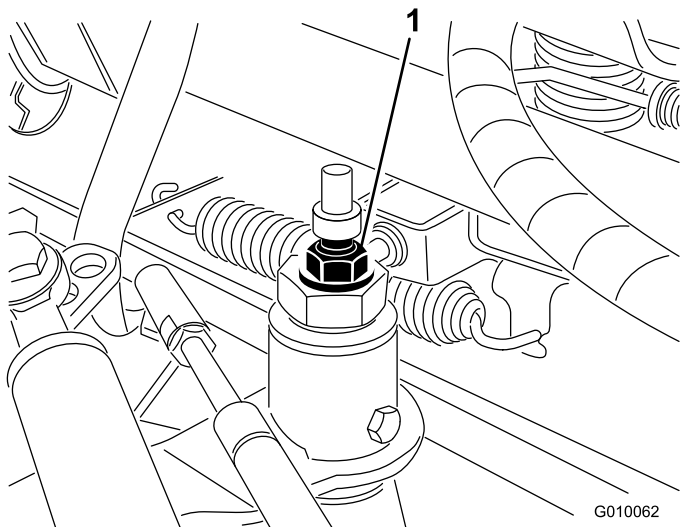

Рисунок 56
3. Ослабьте контргайку на кулачке регулировки тяги (Рисунок 56).